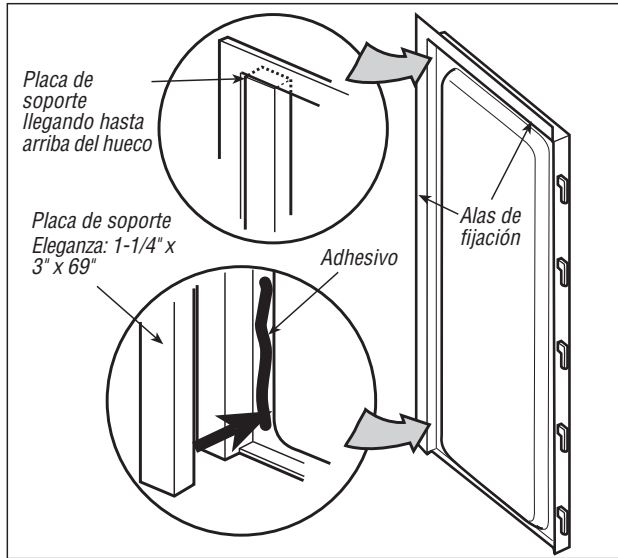

Figura 1
- 1** Si va a instalar una puerta de ducha, debe instalar una placa de soporte (vea el tamaño en la Figura 1) en la parte de atrás de las paredes de los costados. Coloque una capa de adhesivo en el interior de cada pared lateral y fije las placas (Figura 1) haciendo que lleguen hasta la parte de arriba del hueco.